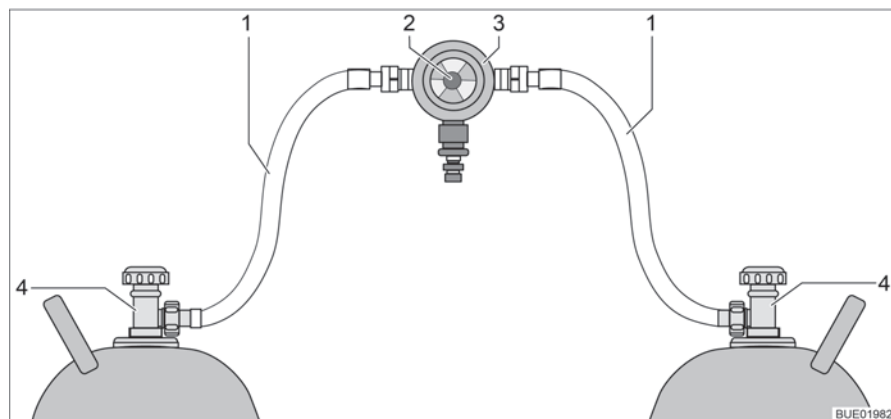
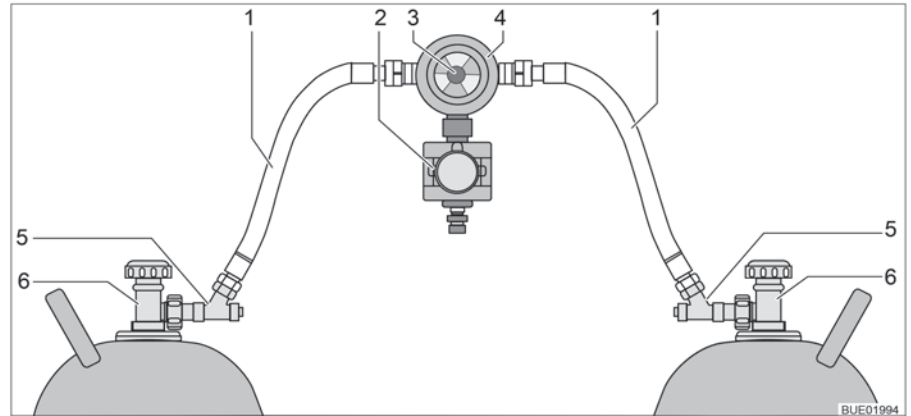

Fig. 110 Impianto di commutazione per bombole del gas
Fig. 111 Impianto di commutazione per bombole del gas con CPU
L'impianto di commutazione per bombole del gas è formato da un regolatore di pressione del gas combinato con valvola di commutazione e indicazione (Fig. 110,3). L'impianto di commutazione per bombole del gas è montato tra i due tubi del gas (Fig. 110,1).
L'impianto di commutazione per bombole del gas è formato da un regolatore di pressione del gas combinato con valvola di commutazione e indicazione (Fig. 111,4) e una elettrovalvola (Fig. 111,2). In caso di frenata brusca, incidente o inclinazione straordinaria, l'elettrovalvola blocca l'alimentazione del gas al veicolo. L'impianto di commutazione per bombole del gas è montato tra i due tubi del gas (Fig. 111,1) con dispositivi antirottura del tubo flessibile (Fig. 111,5).
Con la manopola (Fig. 110,2 o Fig. 111,3) sull'impianto di commutazione per bombole del gas è possibile stabilire quale delle bombole del gas viene utilizzata come bombola in uso e quale come bombola di riserva.
Sulla centralina di controllo (Fig. 112) possono venire azionate solo le funzioni elettriche. Le valvole principali di arresto delle bombole del gas (Fig. 110,4 o Fig. 111,6) devono essere aperte manualmente.
- Aprire le valvole principali di arresto delle bombole del gas (Fig. 110,4 o Fig. 111,6).
- Premere i dispositivi antirottura del tubo flessibile (Fig. 111,5) uno dopo l'altro per 10 secondi.
- Con la manopola (Fig. 110,2 o Fig. 111,3) sull'impianto di commutazione selezionare la bombola del gas, da cui deve provenire la principale alimentazione del gas (bombola in uso).
- Chiudere le valvole principali di arresto delle bombole del gas (Fig. 110,4 o Fig. 111,6).